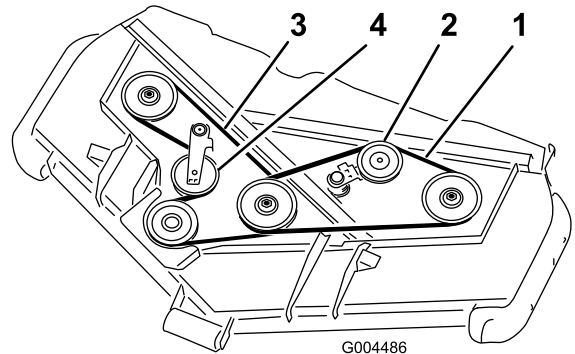

Bild 79
3. Schieben Sie mit einem Stemmeisen die Spannscheibe für den oberen Riemen vom oberen Treibriemen, um die Riemenspannung zu lösen, sodass der Riemen von den Scheiben rutschen kann (Bild 79).
4. Schieben Sie mit einem Stemmeisen die Spannscheibe für den unteren Riemen vom unteren Treibriemen, um die Riemenspannung zu lösen, sodass der Riemen von den Scheiben rutschen kann (Bild 79).
5. Verlegen Sie einen neuen Riemen um die Getriebescheibe, die unteren Spindelscheiben und die Spannscheibe, siehe Bild 79.
6. Verlegen Sie einen neuen Riemen um die oberen Spindelscheiben und die Spannscheibe, siehe (Bild 79).